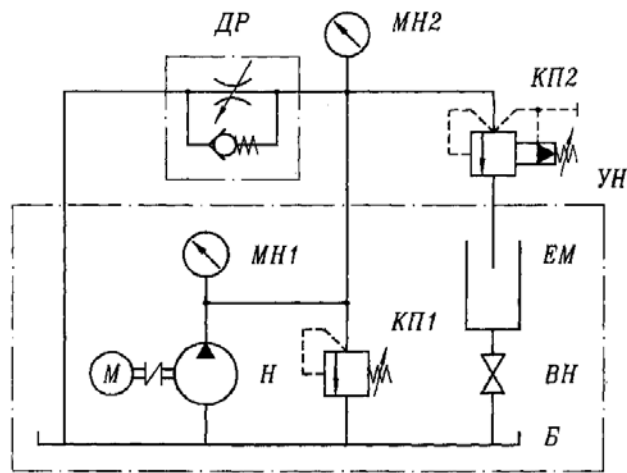

Рис. 1.3. Гидравлическая принципиальная схема экспериментальной гидросистемы:
1. Соберите на учебном стенде гидравлическую систему в соответствии с гидравлической принципиальной схемой, приведенной на рис. 1.3.